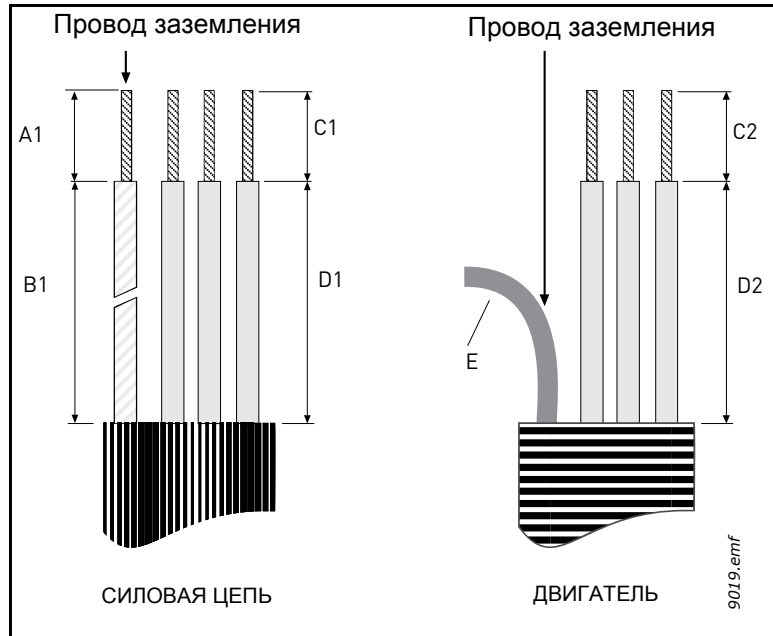
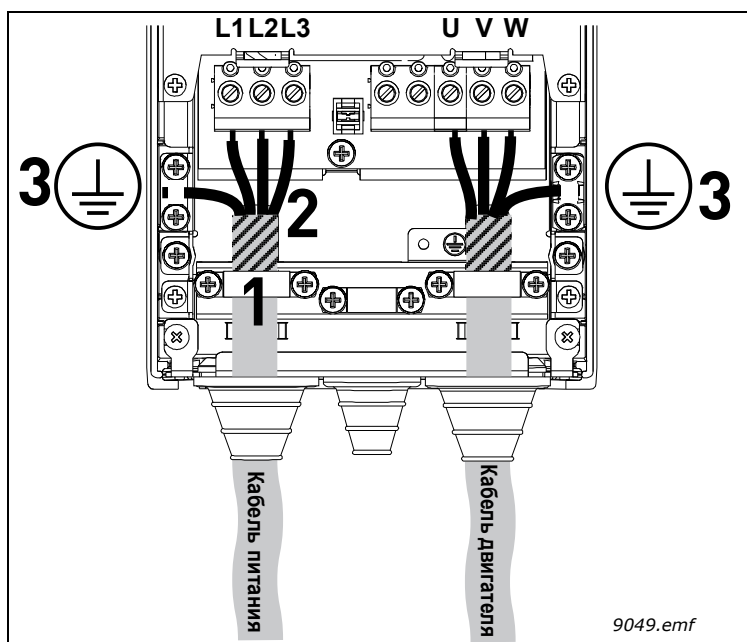

Рисунок 22. Зачистка кабелей
Рисунок 29.
7 Подсоедините зачищенные кабели (см. Рис. 22 и Таблица 19), как показано на Рис. 29.
- Обнажите экраны трех кабелей, чтобы обеспечить их соединение по всей окружности (360 градусов) с кабельным зажимом (1).
- Подсоедините (фазные) провода питания, тормоза и двигателя к соответствующим клеммам (2).
- Свейте в косы оставшиеся части кабельного экрана на всех трех кабелях и соедините косы с зажимами, как показано Рис. 29 (3).